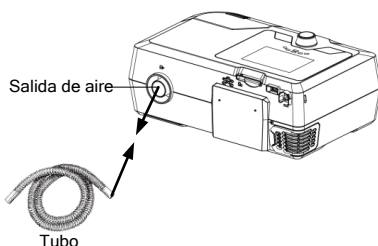

Fig. 11-4
- (1) Conectar un extremo del tubo a la salida de aire del dispositivo, como se muestra en la Fig. 11-4.